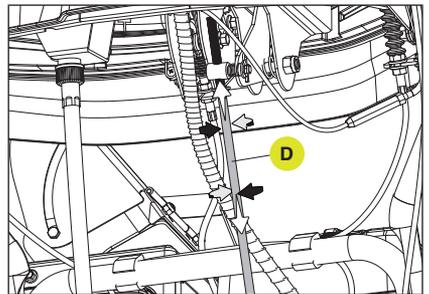

Figure 41
3. Tournez la tige de contrôle de la vitesse (D) vers le haut pour augmenter la vitesse de marche avant et diminuer la vitesse de marche arrière. Il est également possible de tourner la tige de contrôle de la vitesse vers le bas pour diminuer la vitesse de marche avant et augmenter la vitesse de marche arrière. (Fig. 41)